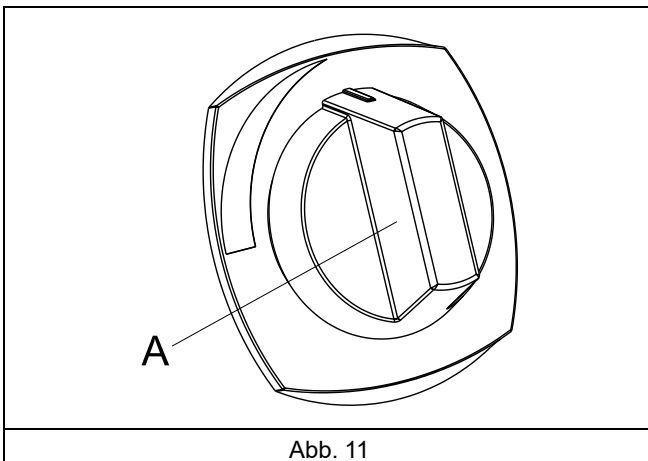

Abb. 11
2. Den Drehschalter des Absperrventils "A" drehen, um das Becken bis zum markierten Füllstand mit Wasser zu füllen (siehe Abb. 11).